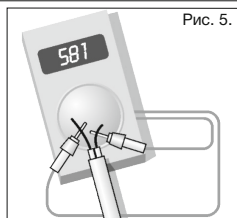

Рис. 5.
3. Перед укладкой нагревательного мата следует измерить его омическое сопротивление (проверка работоспособности кабеля, см. рис.5).